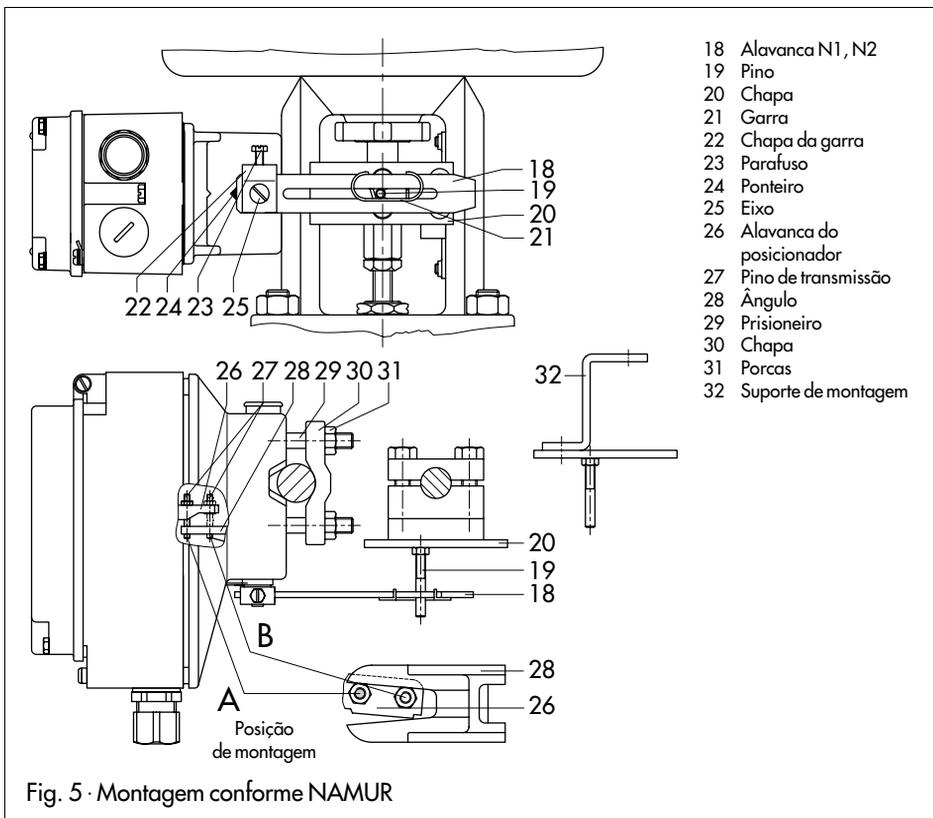

Fig. 5 · Montagem conforme NAMUR
2.2 Montagem conforme Namur (Fig. 5)
Parafusar o pino de transmissão (27) à alavanca do posicionador (26) e travar com porca sextavada no lado oposto, observando a posição de montagem **A** ou **B**, respectivamente, conforme Tabela 5 e Fig. 5.